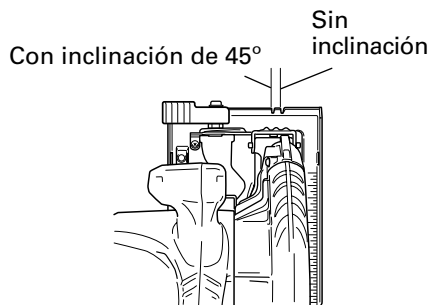

Fig. 14
1. Ponga el cuerpo de la sierra (base) en la madera, y, como se muestra en la Fig. 14, alinee la línea de corte con la cuchilla de la sierra, utilizando la ranura de la parte delantera de la base. Esta relación entre base y madera deberá permanecer inalterada independientemente de la inclinación de la base.
4. Incline la sierra hacia adelante y alinee la ranura (Fig. 14) con la línea guía premarcada.